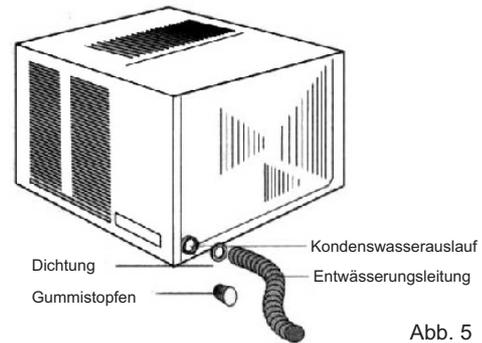

Abb. 5
Bauseits ist eine Leitung zum Anschluss mit an die Auslauföffnung zu verlegen (siehe Abb. 5).
5. Ringdichtung und Entwässerungsleitung nach Einbau in die Einheit an einer Seite des Klimagerätes anschließen (siehe Abb. 5).